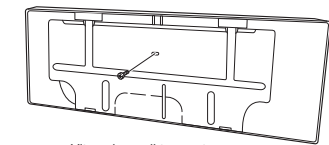

Fig. 3-31
- (1) Rimuovere e smaltire la vite sul pannello posteriore. (Fig. 3-31)